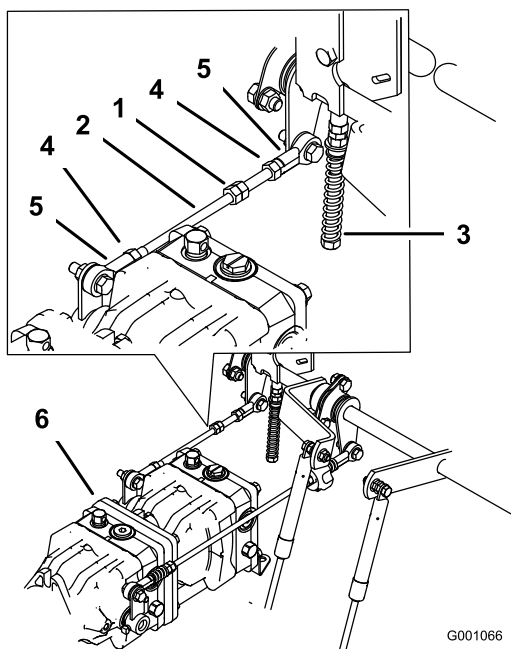

Bild 76
1. Lockern Sie die Sicherungsmuttern an den Kugelgelenken der Pumpsteuerungsstange (Bild 76).
3. Stellen Sie die Länge der Pumpstange ein, indem Sie die Doppelmutter an der Stange so weit in die entsprechende Richtung drehen, bis das Rad stillsteht oder sich leicht zurückdreht (Bild 76).
- Ziehen Sie die Klemmmuttern an den Kugelgelenken fest (Bild 76).